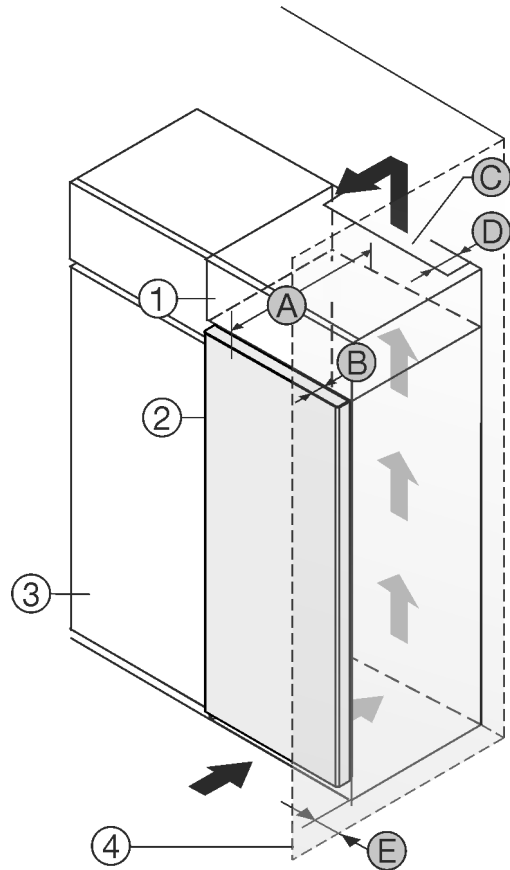

Fig. 1
Aseta laite heti keittiön kaapin Fig. 1 (3) viereen.
Lisäkaapin takana on oltava lisäkaapin levyinen poistoilmakuilu, jonka syvyys on Fig. 1 (D).
Katon alapuolelle on jäätävä ilmanvaihdon poikkipinta-alaa Fig. 1 (C) vastaava tila.
Kun laitteen oven saranapuoli asennetaan seinän Fig. 1 (4) viereen, laitteen ja seinän välisen etäisyyden tulee olla vähintään 13 mm.
Kun laitteen oven saranapuoli asennetaan seinän Fig. 1 (4) viereen, laitteen ja seinän välisen etäisyyden tulee olla vähintään 20 mm.
Jotta ovet avautuvat kokonaan, laitteen on oltava oven syvyyden Fig. 1 (B) verran ulospäin keittiökaappien etureunasta. Keittiökaappien Fig. 1 (3) syvyyden ja välikkeiden käytön mukaisesti laite voi olla ulompana.